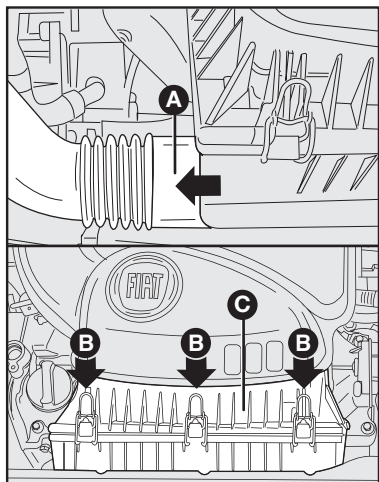

fig. 8
SUBSTITUIÇÃO - fig. 8 e 9
- Remover a tubulação de borracha da caixa do filtro de ar **A**-fig. 8 conforme a seta;